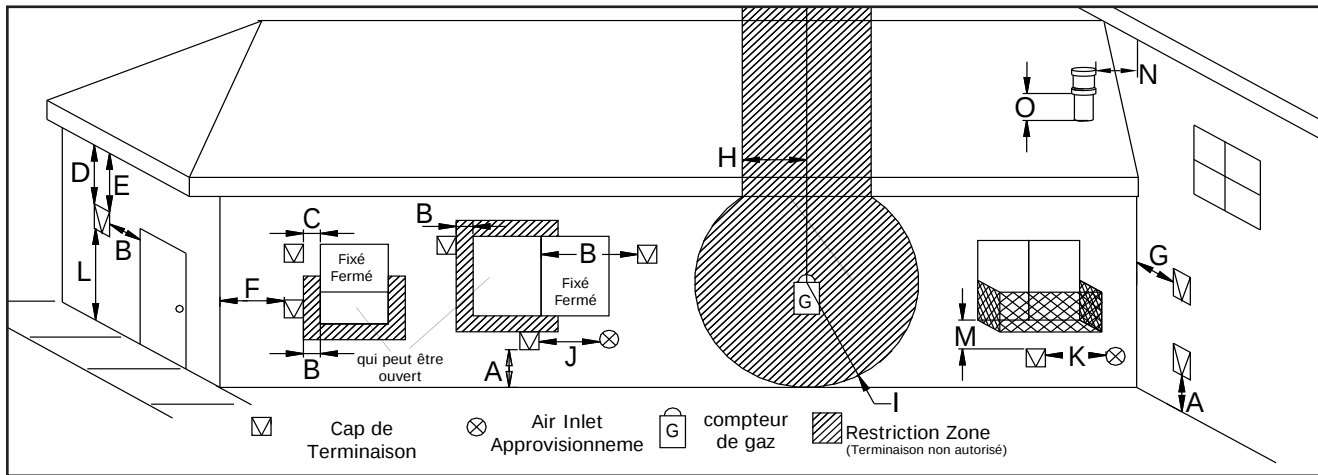
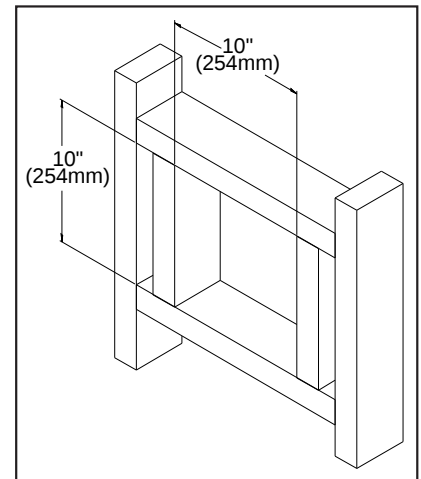

Figure 20: Vent restrictions de terminaison, se reporter au Tableau 3
Figure 24: Trou mur de cadrage pour l'installation horizontale
Tableau 3: évacuer les dégagements de sortie, reportez-vous à la Figure 20
3. Avec le tuyau attaché à la poêle dans l'emplacement correct, marquez le mur pour un 10" (25,4 cm) x 10" (25,4 cm) trou carré (voir la Figure 24). Le centre du trou carré doit correspondre à la ligne médiane du tuyau horizontal. Coupez les 10" (25,4 cm) x 10" (25,4 cm) trou dans le mur extérieur où le vent sera résilié. Reportez-vous à la Figure 20 et Tableau 3. Si le mur percé est constitué de matériaux incombustibles dire maçonnerie ou en béton, un (17.8cm) trou 7" est acceptable.